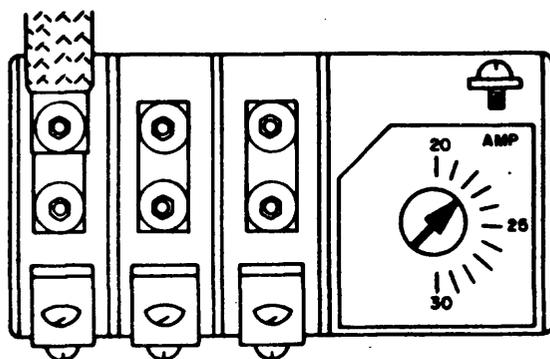

Fig. 3
- c Ajuste el relé de protección de acuerdo con la corriente indicada en la placa del motor (fig. 3).